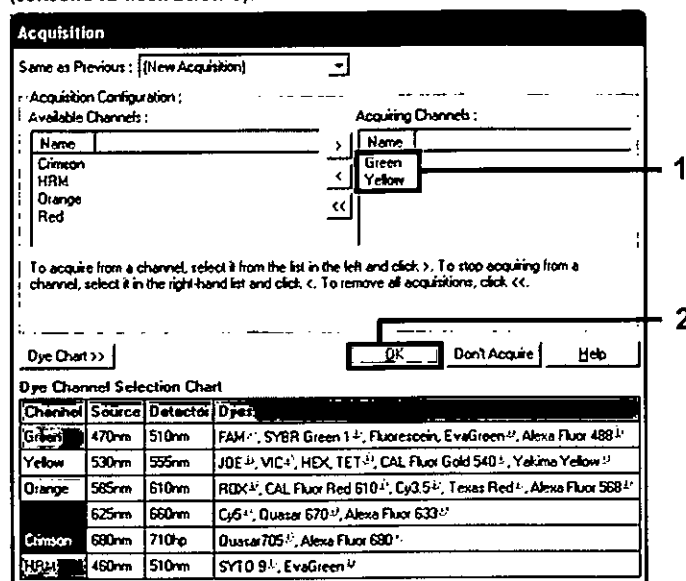

Ilustración 8. Adquisición en el paso de ciclado a 60 °C.
10. Establezca "Green" (Verde) y "Yellow" (Amarillo) como canales de obtención. Para ello, seleccione el botón ">" para transferirlos de la lista "Available Channels" (Canales disponibles). Haga clic en "OK" (Aceptar) (consulte la ilustración 8).